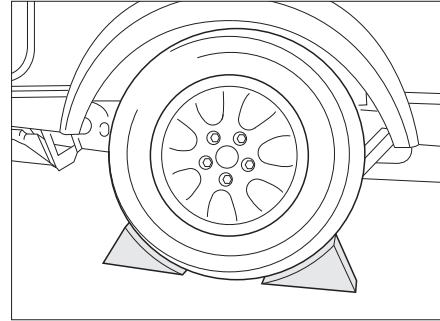

Fig. 172 Bloquer le véhicule
- Placer des sabots de freins ou autres objets similaires contre la roue d'en face pour bloquer le véhicule (Fig. 172).